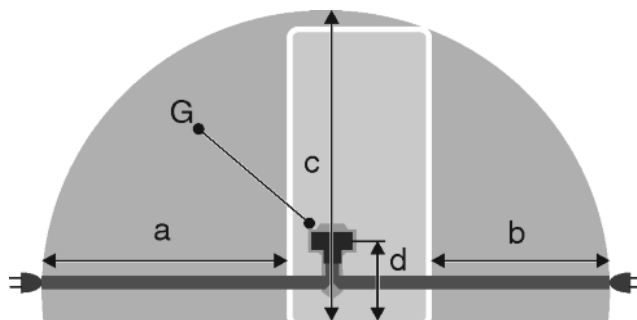

Fig. 51
- Zásuvka leží mimo oblast zadní stěny spotřebiče v dané oblasti *Fig. 51 (a, b, c)*.
- ▶ Zástrčku spotřebiče *Fig. 51 (G)* zastrčte na zadní straně spotřebiče. Dávejte pozor na správné zaklesnutí.